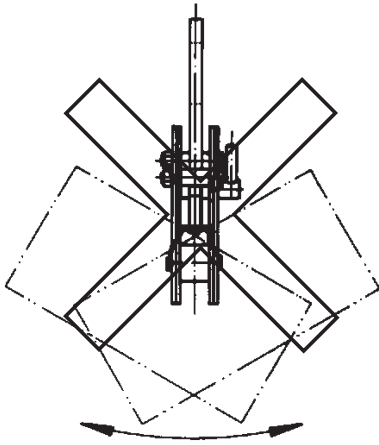

Fig. 1
- Bij het transporteren van lasten moeten slingerbewegingen en botsingen voorkomen worden (Fig. 1).